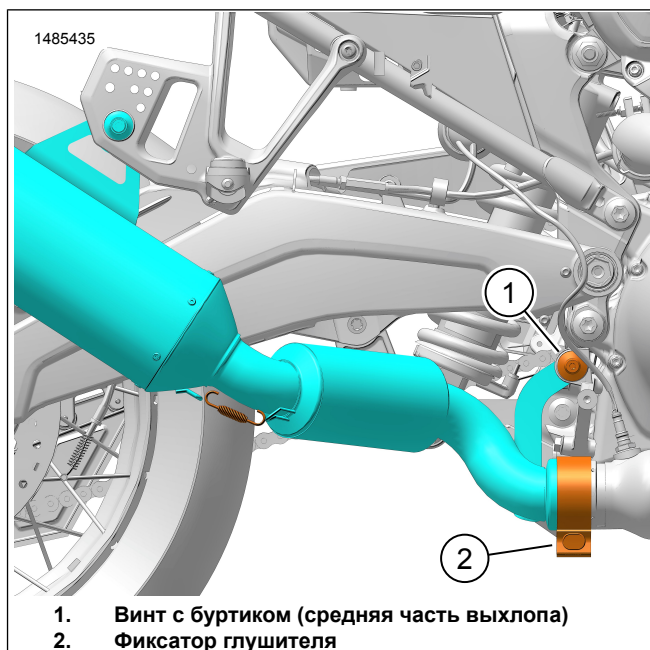

Рисунок 6. Винт монтажного кронштейна
7. См. рис. 6. Нанесите резьбовой герметик на винт с буртиком средней части выхлопа (1), снятый ранее.